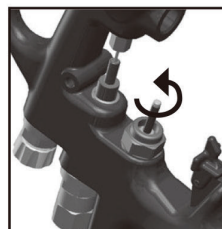

図 15
- 2 14mmのレンチを使って、エアバルブを回して外します。(図15参照)